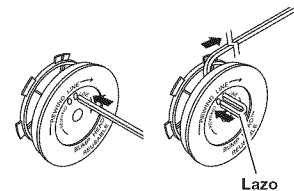

Fig. 19
8. Tome aproximadamente 10 pies (3 m) de línea de corte nueva. Inserte un extremo de la línea a través de uno de los dos agujeros del carrete interior (Fig. 19). Pase la línea a través del carrete interior hasta que queden afuera solo aproximadamente 4 pulgadas.
9. Inserte el extremo de la línea en el agujero abierto en el carrete interior y tense la línea para hacer el lazo lo más pequeño posible (Fig. 19).